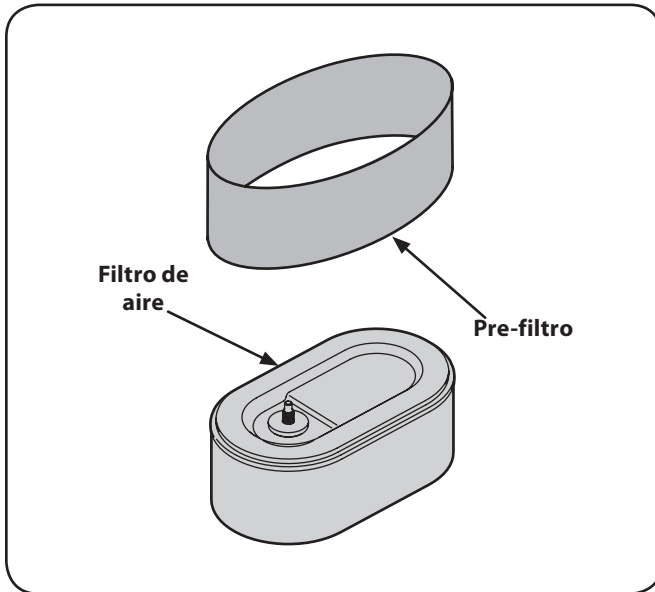

Figura 6-6
2. Quitar la espuma pre-filtro de aire de todo el papel de filtro. Vea la Figura 6-6. Sustituya el elemento de papel cuando sucio o dañado. Limpia el elemento de espuma o sustituya cuando dañado.